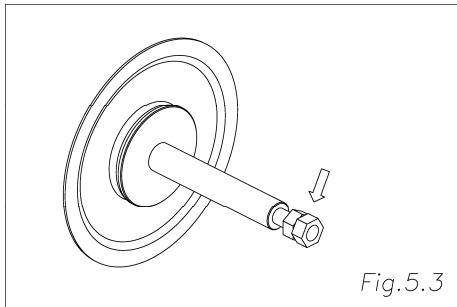

Fig.5.3
- ・ダブルナットを使用して反対側のセンターディスク（外側）を外し、センターロッドからダイアフラム、センターディスク(内側)を取り外す。[Fig.5.3]